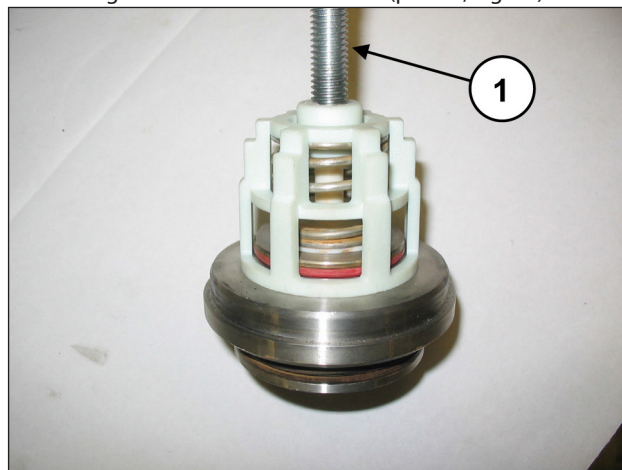

Fig. 87
Desmontar los grupos de las válvulas de aspiración y envío atornillando un tornillo M10 para presionar la guía interna y extraer la guía de la válvula de la sede (pos. ①, Fig. 87).